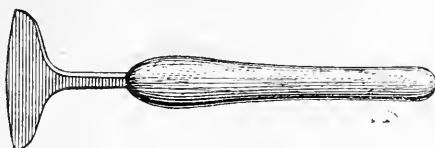

Fig. 29.
11. *Palettes* (fig. 29). — Fers à dorer de formes spé-